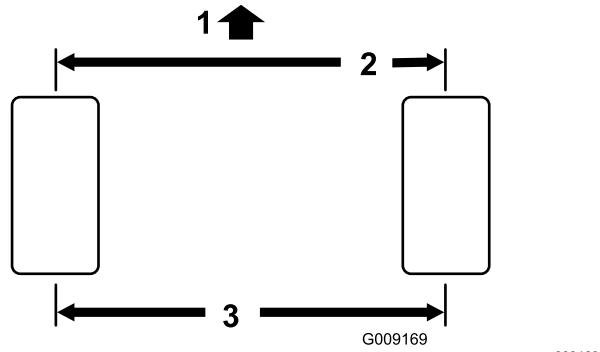

Figura 72
**Nota:** La misurazione anteriore deve risultare di 3 mm inferiore a quella posteriore (Figura 72).